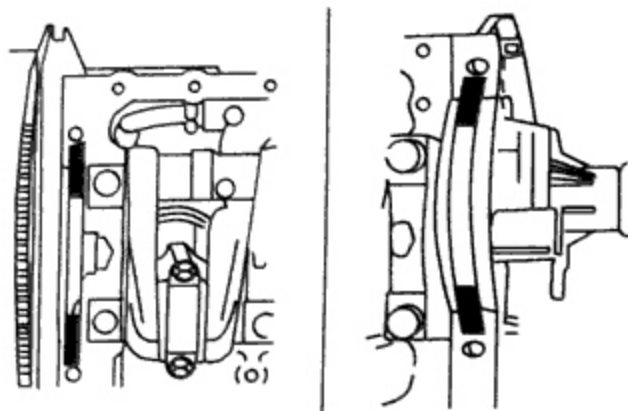

图 6-2-22 在拱形区涂密封剂
(1) 在图 6-2-22 所示的第 5 轴承盖拱形区、沟槽和正时齿轮室的拱形区涂以推荐的液体密封剂或其等同物。